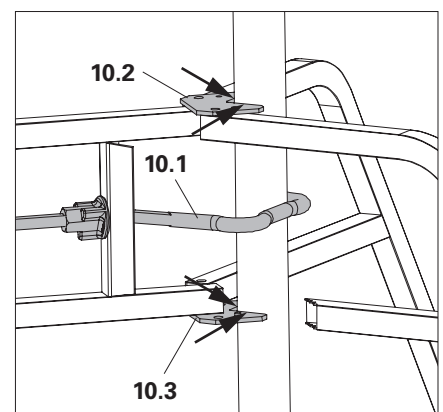

Fig. A1.04a
- Verificare che il puntello per solai sia a contatto con la piastra di attacco superiore e inferiore (**10.2 + 10.3**). (Fig. A1.04a)